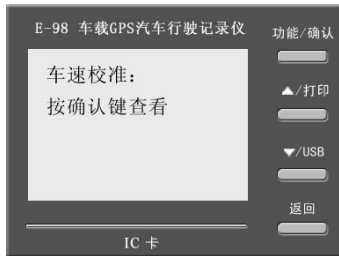
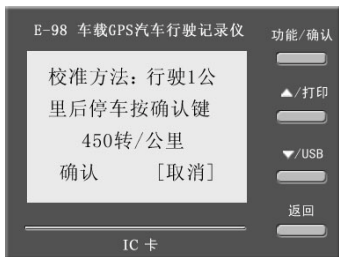

图 24
图 25
- 1) 在车速传递系数未知的情况下，通过插入“管理员卡”，在车辆行驶过程中，先按“功能”键，再按“▲”或“▼”选择到“车速校准”项（如图 24），按“确认”，待车辆行驶里程为 1 公里后停车，再按“确认”后得到车辆特征系数（如图 25）。此时按“返回”到初始界面，记录仪显示